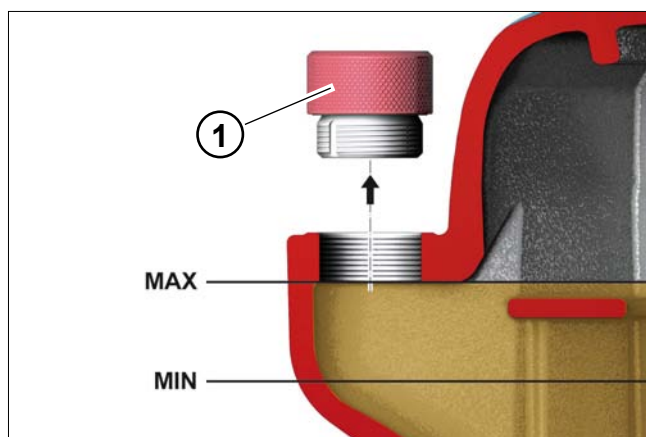

Рис. 7-1 Уровень масла выше маслозаливного отверстия (примерное изображение)
- Залейте максимальное количество масла через горловину на резервуаре сепаратора и плотно заверните пробку 1 рукой (см. рис. 7-1).